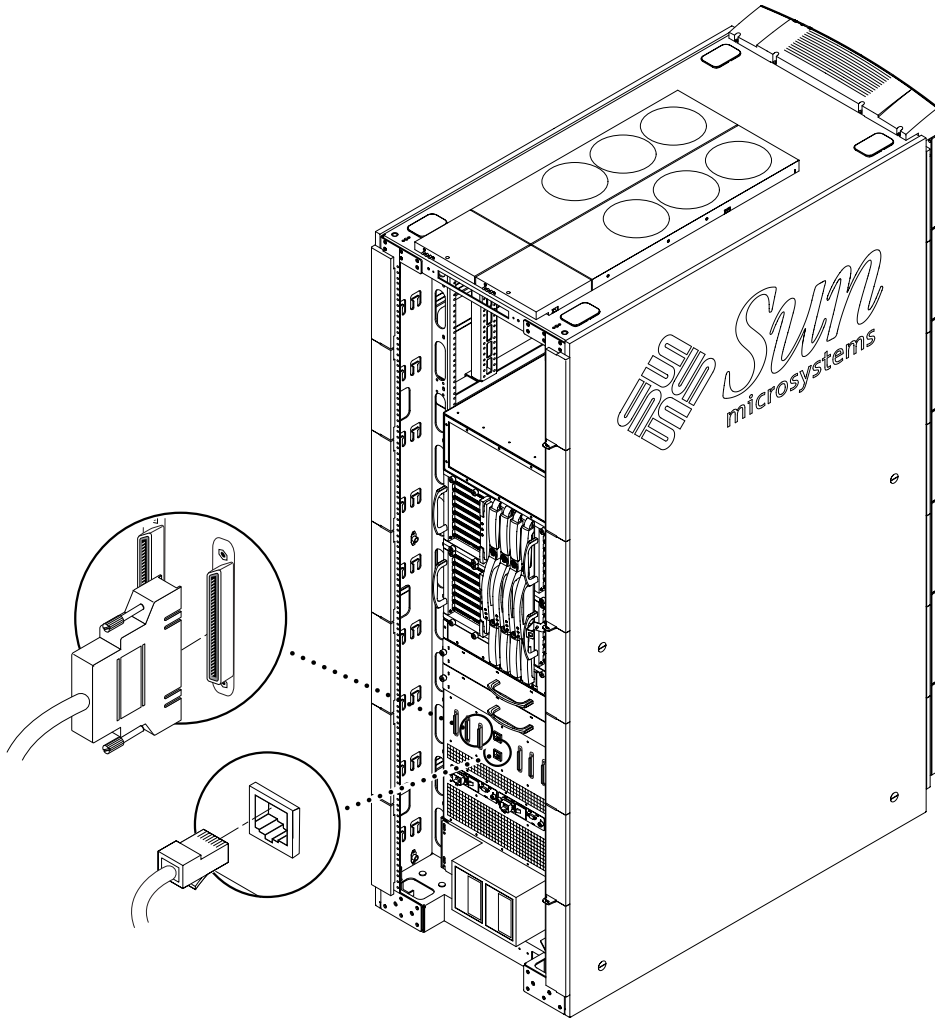

图 2-10 接插板上的主 TTYa 串行端口和主以太网接口
1. 将串行缆线（TTYa 或交叉调制解调器）的一端连接到接插板上的主串行端口（图 2-10）。
1. 将 5 类以太网屏蔽缆线的一端连接到接插板上的主 RJ-45 以太网端口（图 2-10）。